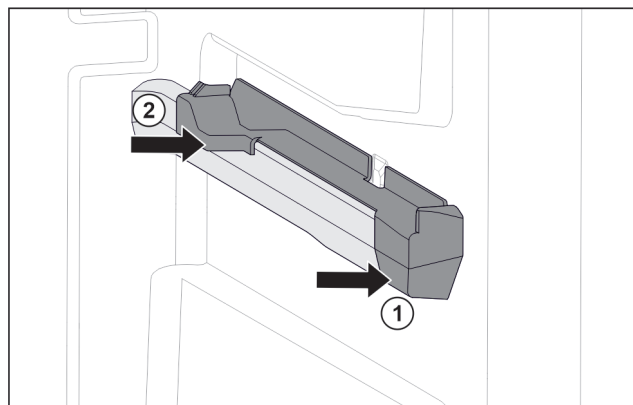

Fig. 57 Nasazovací díl na pravém žebrování na nádoby
- Nasad'te nasazovací díl na žebrování na nádoby. Fig. 57 (1)
- Přitlačte nasazovací díl k zadní části. Fig. 57 (2)